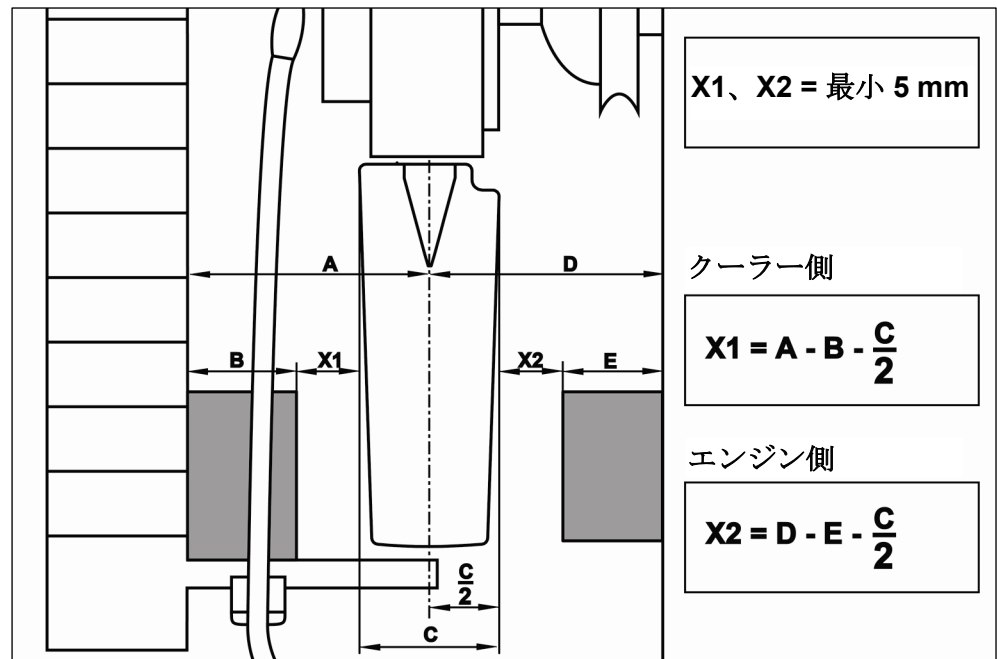

図 : 39
33) 邪魔になるものがないか測定します（図 : 39 参照）。